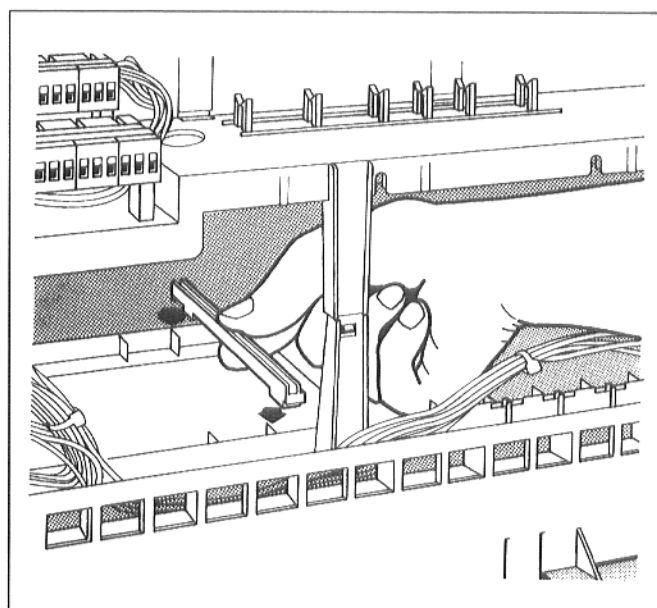

Рис. 3: Вставить сверху и внизу направляющие шины
- Вставить сверху и внизу направляющие шины (рис. 3).